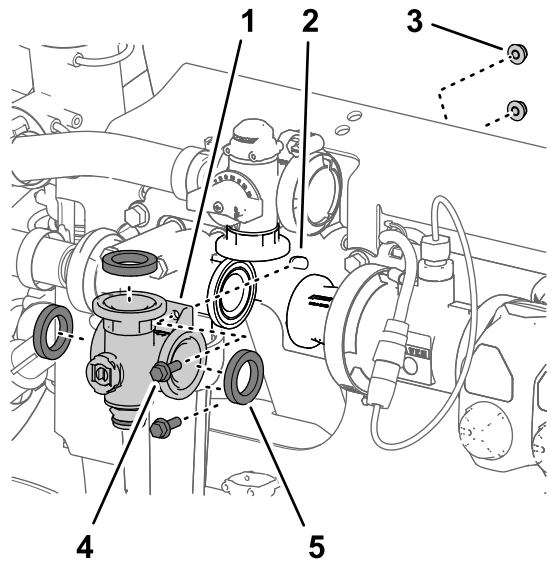
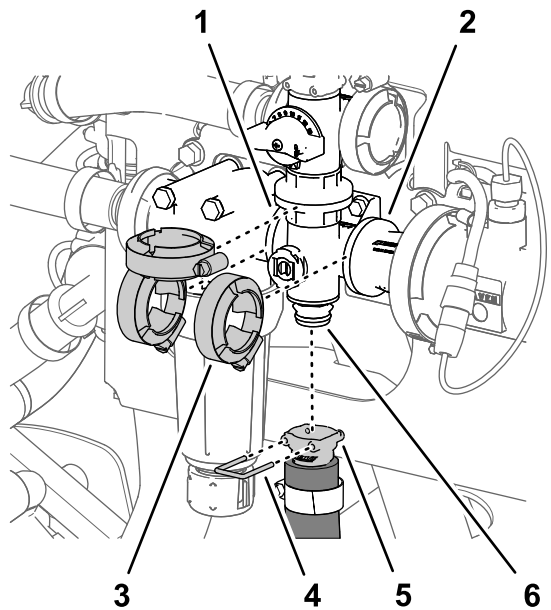

图 125
图 126
- 将搅拌阀歧管凸缘、3 个垫片与搅拌旁通阀、压力式滤头和耦合适配器的凸缘对齐 图 125 和 图 126。
- 用在 拆下搅拌歧管阀 \(页码 71\) 中卸下的 3 个法兰夹具将搅拌阀歧管松松固定至搅拌旁通阀、压力式滤头和耦合适配器 图 126。
5. 用手拧紧 3 个法兰夹具 图 126。
6. 用快速连接销将搅拌软管的快速连接耦合器安装到搅拌阀歧管的快速连接接头上 图 126。